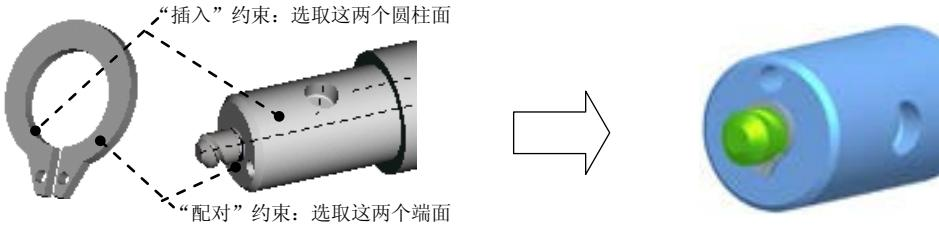

图 12.5.7 装配第一个卡环
(1) 选择下拉菜单**插入(I)** → **元件(E)** → **装配(A)...**命令，打开文件名为 Fixing_ring 的零件。
(2) 采用传统的装配约束向机构装置中添加卡环（Fixing_ring）零件。在“元件放置”操控板中进行下列操作，便可将卡环（Fixing_ring）零件装配到元件 Claw 的槽中固定。
① 定义“插入”约束。分别选取图 12.5.7 所示的两个圆柱面：卡环（Fixing_ring）的内孔圆柱面和元件活塞（Piston）的外圆柱面。
② 定义“配对”约束。分别选取图 12.5.7 中的两个端面：卡环（Fixing_ring）的端面和元件活塞（Piston）的端面。
③ 单击操控板中的 \checkmark 按钮。